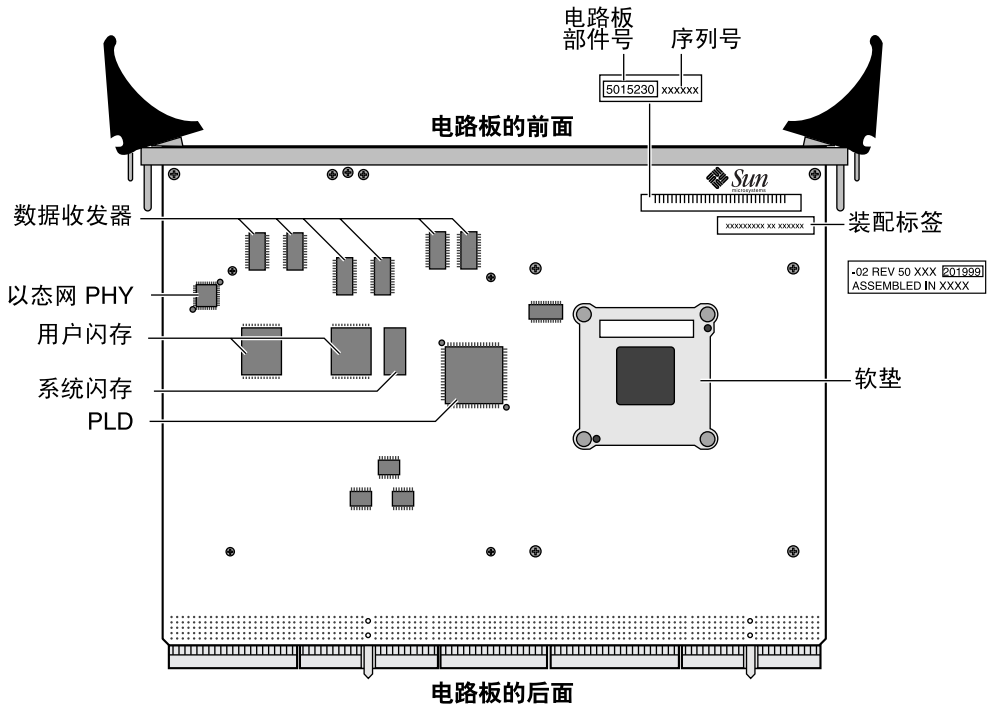

图 1-24 CPU 卡背面（焊接面）
- 系统快闪存储器（请参阅图 1-24）— 这个 1 MB（8 位）设备包含 OpenBoot PROM (OBP) 和 POST（开电自检）的引导和自检代码。